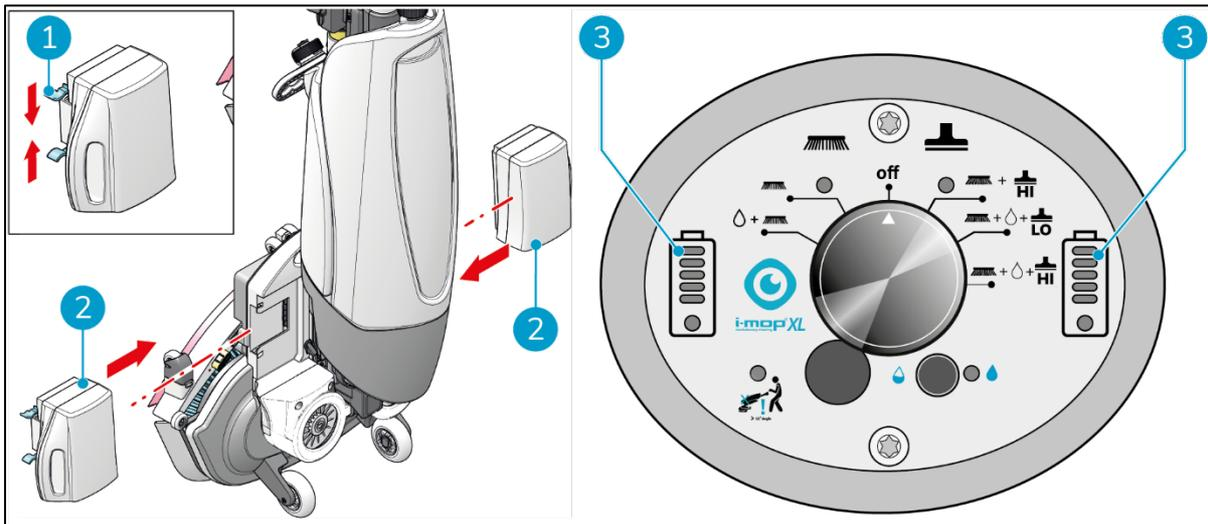

Abbildung 17
1. Drücken Sie die blau kodierte Batterie (Abbildung 17, Pos. 2) in den blauen Batterieschacht. Ein Klicken zeigt an, dass die Batterie eingearstet ist (Abbildung 17, Pos. 1).
3. Während des Betriebs werden die Batterieanzeigen (Abbildung 17, Pos. 3) auf dem Bedienfeld zeigen an, wie viel Energie noch vorhanden ist.